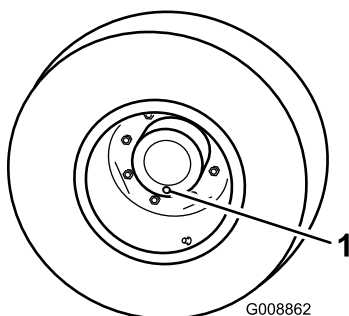

Bild 82
1. Stellen Sie die Maschine auf einer ebenen Fläche ab und positionieren Sie das Rad so, dass sich eine der Prüfschrauben in der untersten Stellung (6 Uhr) befindet (Bild 82).